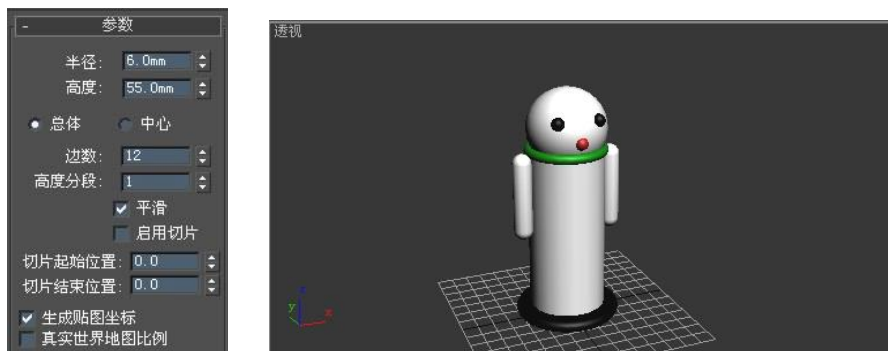

图 2-52 创建胳膊
(7) 单击“胶囊”按钮，在顶视图中创建胶囊，在参数面板中设置胶囊的参数，如图 2-52 所示，颜色选择白色，放在圆柱体的左侧，再复制出另外一个放在它的右侧。